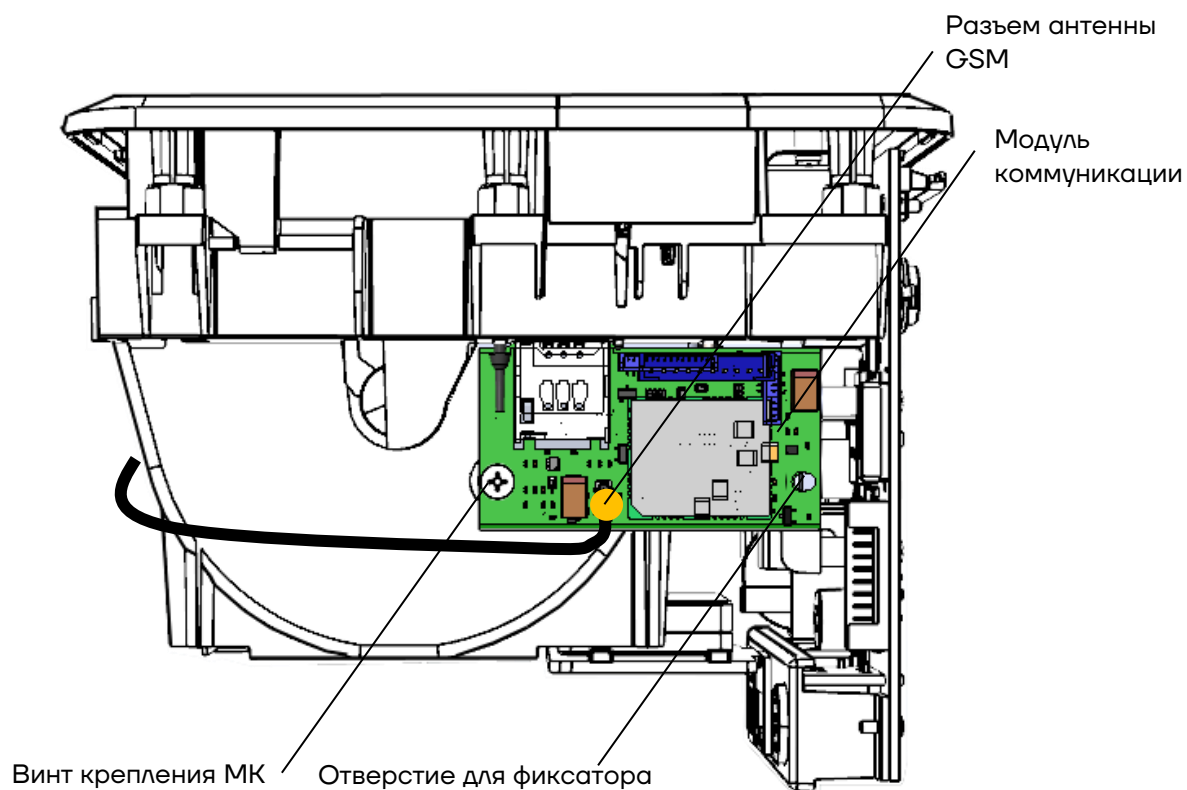

Рисунок 14. Винт крепления МК и антенна GSM
- 6** Открутить винт крепления МК к внутренней поверхности лотка для ЧЛ (см. рисунок 14).